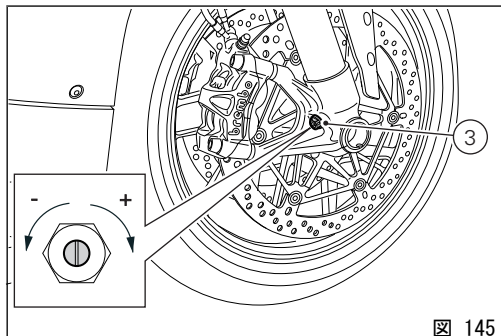

図 145
- 3) コンプレッションダンピングの変更 (3、 図 145)